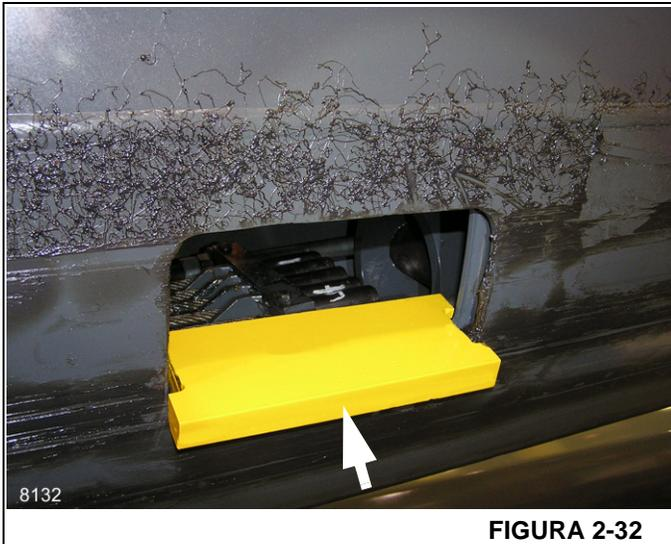

FIGURA 2-32
3. Instale a ferramenta da válvula de retenção do telescópio, N/P 80041761; consulte a Figura 2-32. Enquanto segura a ferramenta na posição peça a um ajudante que retraia a seção 3 para travar a ferramenta no lugar.